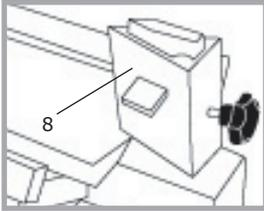
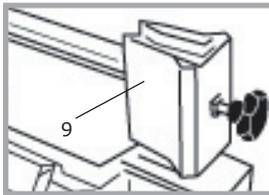

Abb. 6
Abb. 7
Als Zubehör* zu unseren Holzspaltern ist ein Spaltkreuz (8, Abb.6) und eine Spaltkeilverbreiterung (9, Abb. 7) erhältlich. Das Spaltkreuz (8) spaltet in einem Arbeitsgang das Brennholz in 4 Teile.
Die schräge Seite des Quermessers vom Spaltkreuz muss in Richtung des Bedieners zeigen (siehe Abb.6). Wird das Spaltkreuz bzw. die Spaltkeilverbreiterung nicht ganz auf das Spaltmesser geschoben und mit der Sterngriffschraube verklemmt, kann es beim Betrieb nach vorn rutschen und zu Verletzungen der Bedienperson führen. Weiterhin kann es zu Beschädigungen an der Maschine kommen.